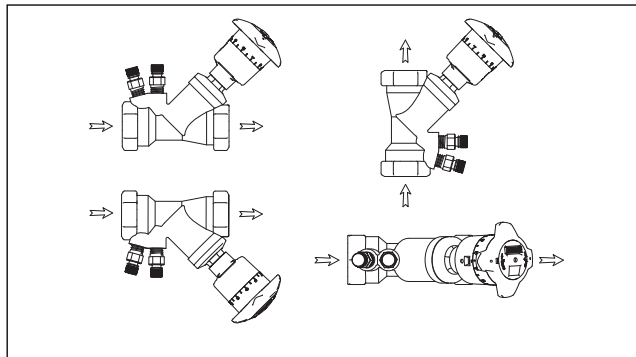

图 2
5. CBV'S 可安装在水平或垂直管道上（如图 2 所示）。必须确保容易接入探测器口（PMP'S），读数刻度和记忆止动装置。